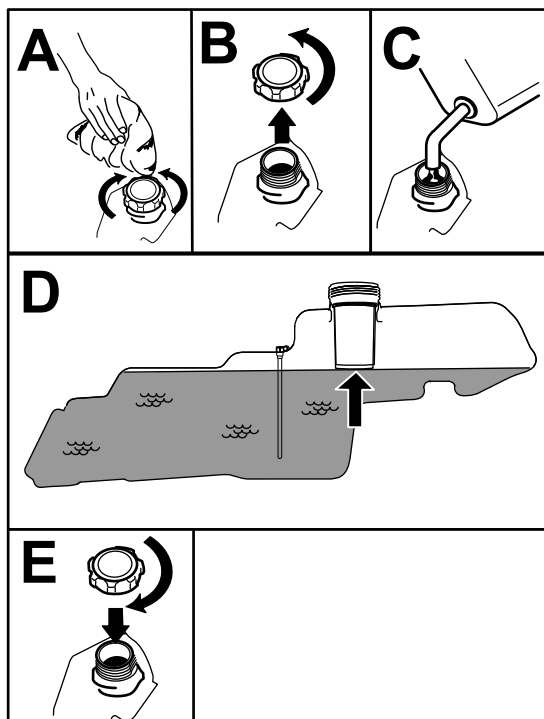

Figure 8
5. Remplissez le réservoir de carburant jusqu'au bas du goulot de remplissage (Figure 8). Ne remplissez pas le réservoir de carburant complètement